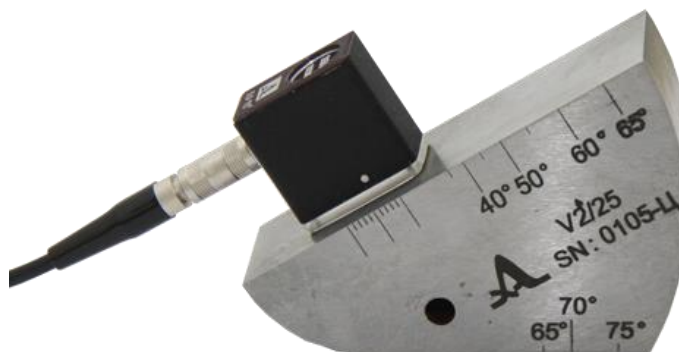

Рисунок 27
- для определения задержки в призме преобразователя просканировать радиусную часть (R50) образца V2/25 со стороны длинной грани (рисунок 27), получить временную огибающую сигналов (рисунок 28) и нажать клавишу;